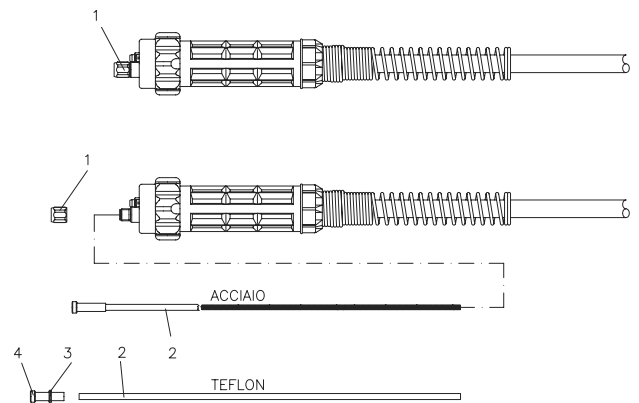

FIG. 12
- En cas de raccord Euro (Fig.12) :
- La positionner sur une surface plane et enlever doucement l'écrou en laiton (1).
- Extraire la gaine (2).
- Introduire la nouvelle gaine et remonter l'écrou en laiton (1).
- Insérer la gaine, enfiler el (3) dans la tête fermegaine (4).